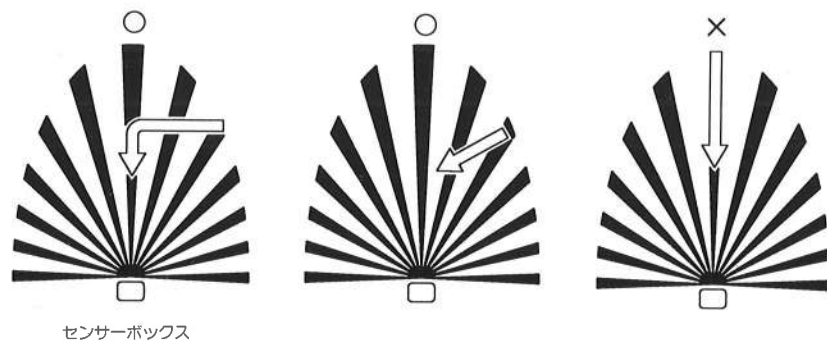

図7
- センサーを取り付けるときは、センサーの光線を横切るように取り付けるのが効率的です。下図を参考にしてください。(図7参照)